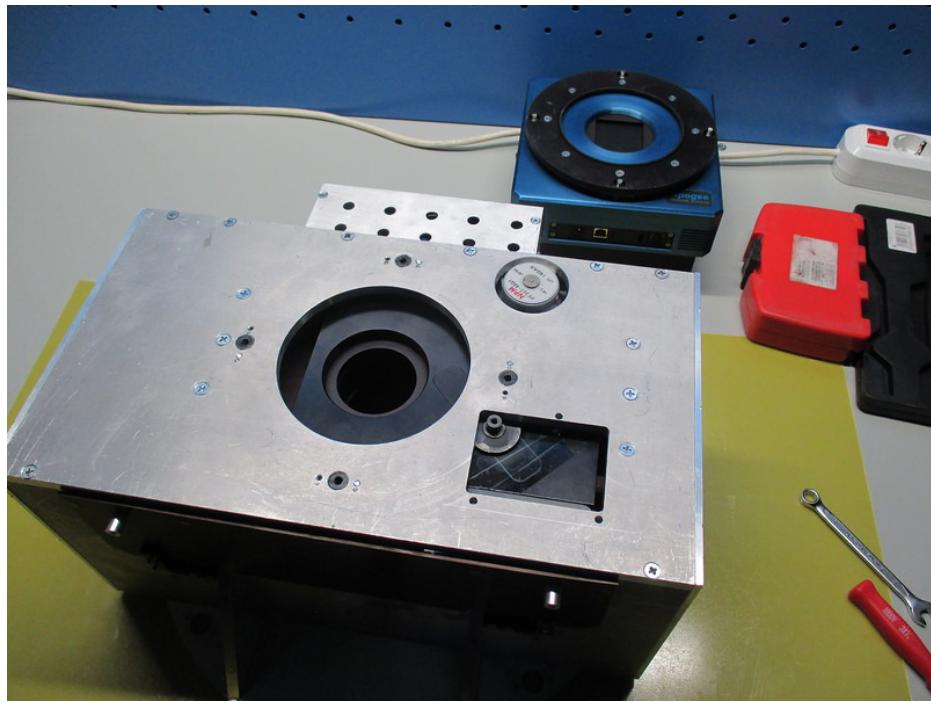

Рис. 12: Фотометр со снятым фланцем светоприемника.
1. Снять фланец светоприемника (см. рис. 12).